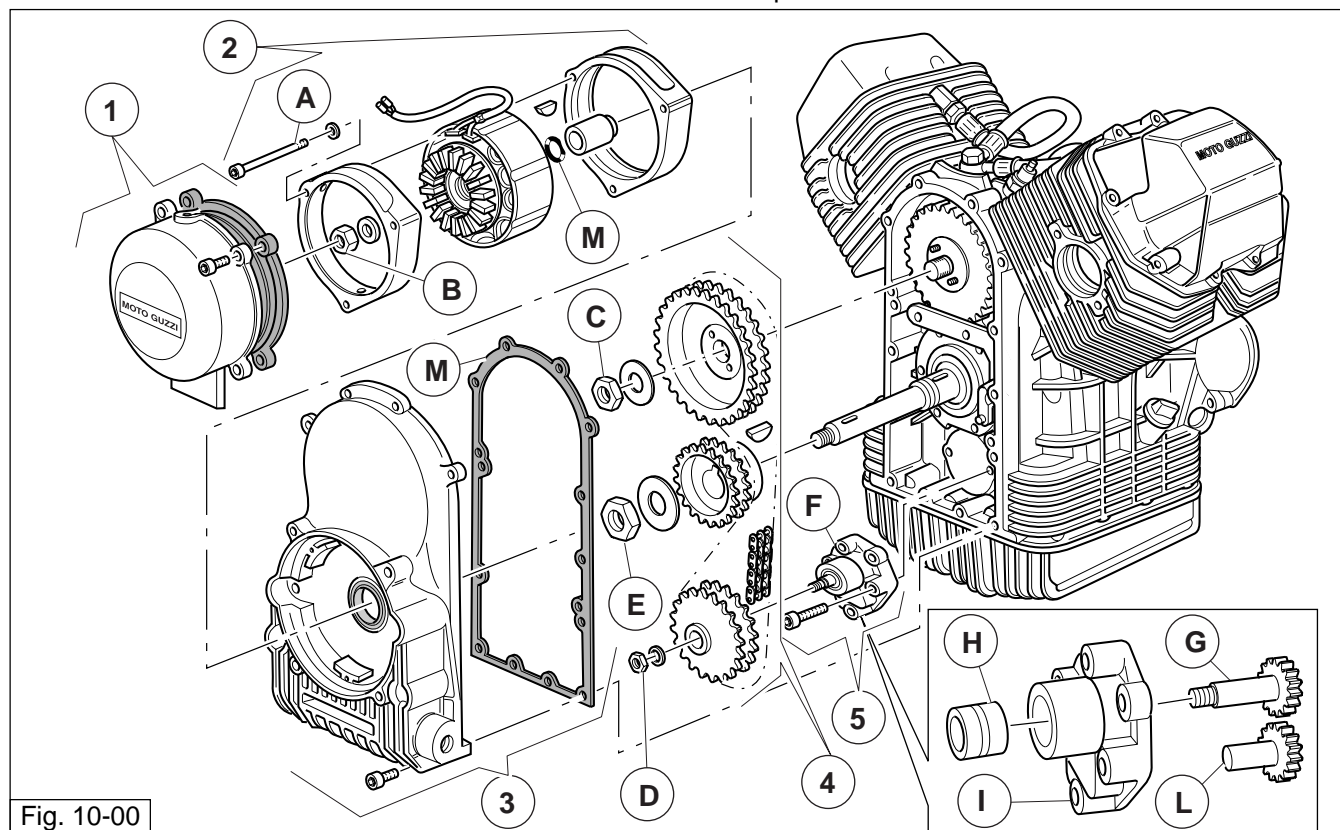

Fig. 10-00
- ⑤ Smontare la pompa olio "F" dal basamento motore svitando le viti a brugola. Per lo smontaggio della pompa operare come segue (fig. 10-00):
- ⑤ Remove oil pump "F" from the crankcase by unscrewing the Allen screws. To strip down the pump proceed as follows (fig. 10-00):
- ⑤ Nach dem Lösen der Inbusschrauben die Ölpumpe "F" aus dem Kurbelgehäuse nehmen. Beim Ausbau der Ölpumpe folgendermaßen verfahren (Abb. 10-00):